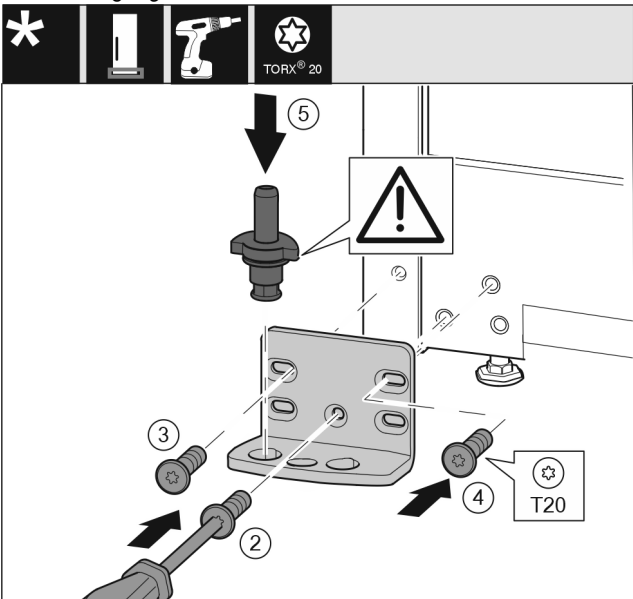

Fig. 18
- ▶ Lagerbock auf der anderen Seite ansetzen und mit Hilfe eines Schraubendrehers anschrauben. Mit der Schraube Fig. 18 (2) unten in der Mitte beginnen.
- ▶ Schraube Fig. 18 (3) und Schraube Fig. 18 (4) festschrauben.
- ▶ Lagerbolzen Fig. 18 (5) komplett einsetzen. Dabei darauf achten, dass der Rastnocken nach hinten zeigt.